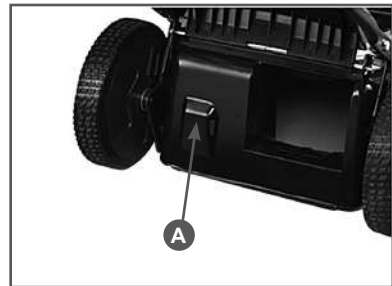

Рис. 6 Задний выброс травы
2. Опустить заднюю крышку деки. На задней части деки есть выступ (Рис.6), который обеспечит зазор между декой и крышкой, позволяющий выбрасывать траву назад.